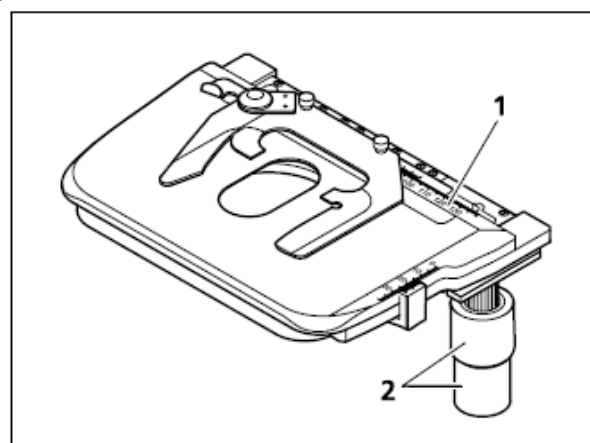

图. 2-15 75x50 带人机工程学的右手机械载物台
- 人机工程学载物台(图 2-15/1)采用的是右手固定位置的 X/Y 调节旋钮(图 2-15/2)